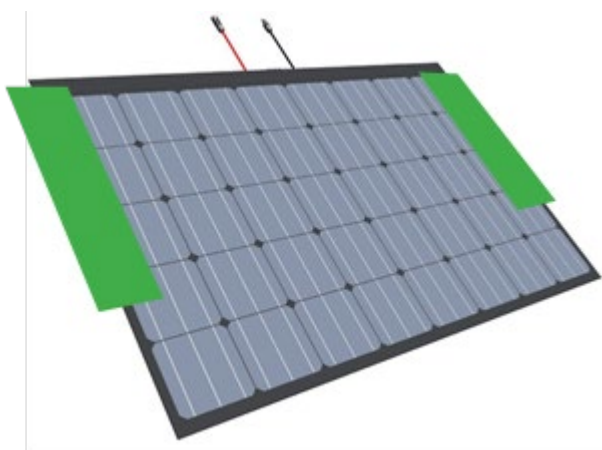

Abbildung 41 Bevorzugte Trittstellen
- Bevorzugte Trittstellen auf dem Steg der Wasserablaufrinne gemäss Abbildung 41 (als grüne Fläche eingezeichnet)
- Belastungen minimieren (z. B. nicht auf Ecken, horizontale Kanten und Haken stehen (siehe Abbildung 41)